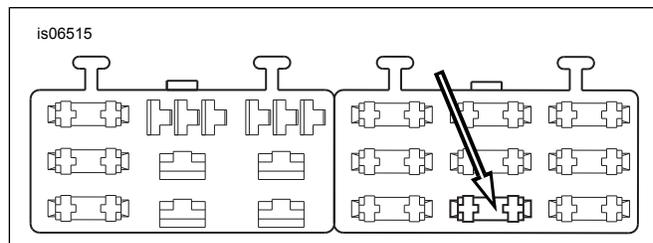

Figura 8. Cavidad "OPEN" del bloque de fusibles (Dyna de 2004 y posteriores)
4. Vea la Figura 8. Localice la cavidad del fusible (1) indicada como "OPEN" (abierto) en la cubierta del bloque de fusibles en el bloque de fusibles del lado derecho. Inserte el terminal en el cable del adaptador naranja/blanco hasta que se detenga. Vea algún terminal cercano instalado en la fábrica para compararlo y verificar que esté correctamente orientado y a la profundidad correcta.